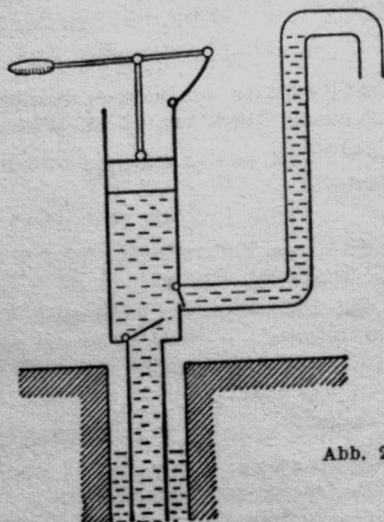

Abb. 26
**Aufgaben:** a) Erkläre die Arbeitsweise der Druckpumpe nach Abb. 26!